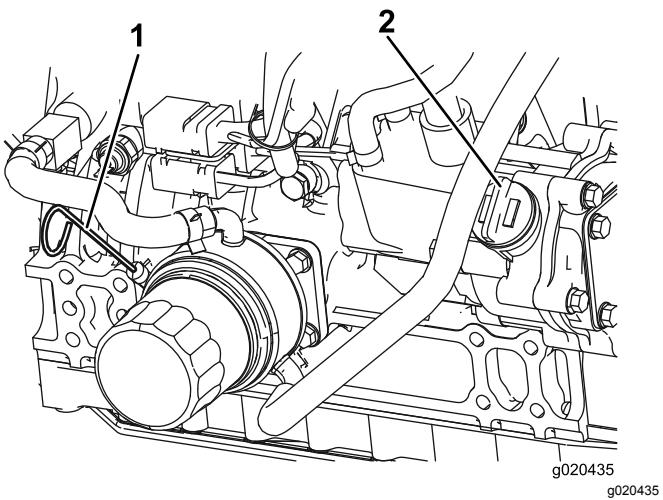

Figure 76
Le niveau d'huile doit se situer dans la plage de sécurité (Figure 76).
- 4. Si le niveau d'huile ne se situe pas dans la plage de sécurité, enlevez le bouchon de remplissage (Figure 76) et faites l'appoint jusqu'à ce que le niveau correct soit atteint.